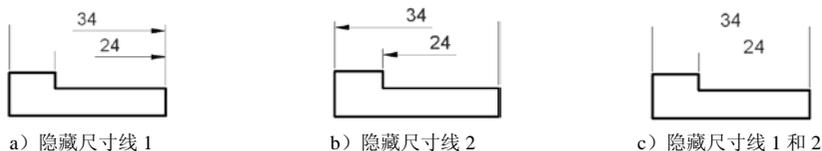

图 8.2.4 隐藏尺寸线
- **隐藏:** 选项组: 通过选中 **尺寸线 1(M)** 或 **尺寸线 2(N)** 复选框, 可以隐藏第一段或第二段尺寸线及其相应的箭头, 如图 8.2.4 所示。还可以使用变量 **DIMSD1** 和 **DIMSD2** 设置该项。